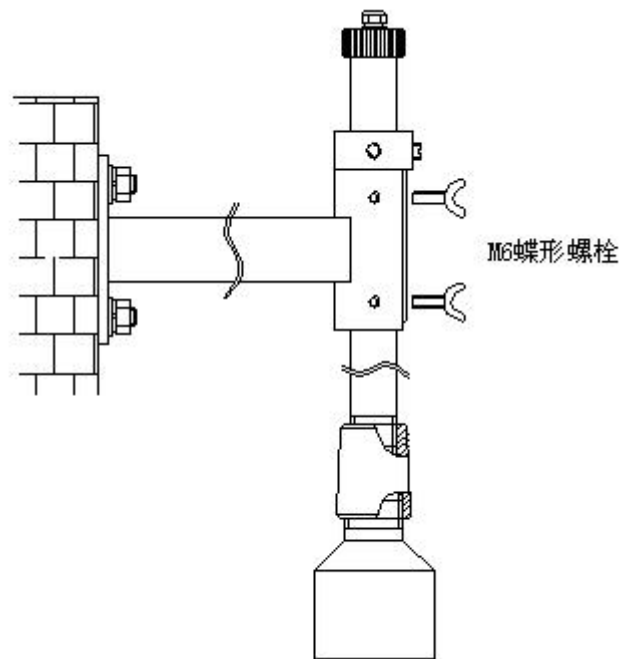
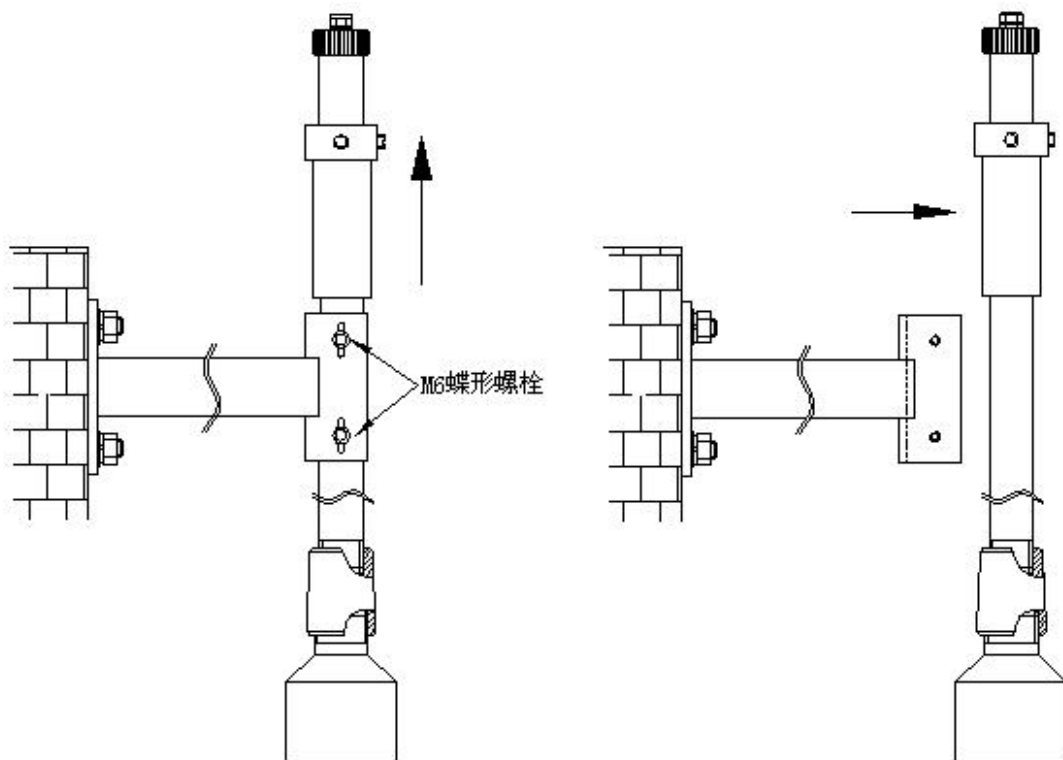

图 2-5 浸没式传感器安装示意图
图 2-6 传感器拆卸示意图
3、将安装好的传感器安装管装入安装在池壁上的支架上，并用两个蝶形螺栓固定，传感器的浸没式安装完成后如图 2-5 所示，如果需要将传感器拆下清洗，请参考图 2-6，拆卸时不需要将所有支架的零件拆下，只需要将图 2-6 中图所示的两个蝶形螺栓拧松，然后将安装有传感器的支架向上抽出约 15cm，然后沿图 2-6 中图所示箭头方向拿出即可。